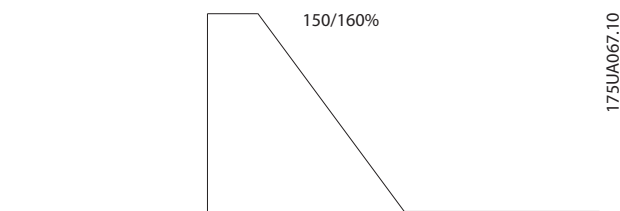

Рисунок 6.2 Горизонтальные нагрузки
- Тормозные резисторы для горизонтальных нагрузок (конвейеры, тележки, порталы, краны и т. д.), см. *Рисунок 6.2*;